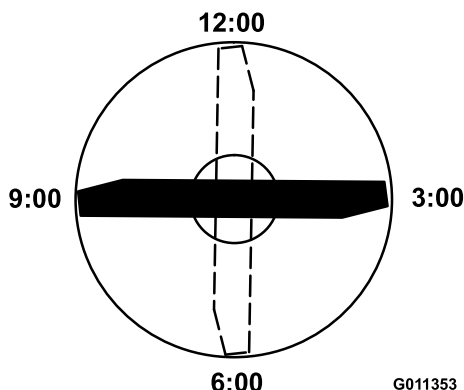

Bild 70
3. Positionieren Sie die Schnittkante der markierten Messerseite in die 12-Uhr-Stellung (geradeaus in Mährichtung) und messen die Höhe vom Tisch bis zur Schnittkante (Bild 70).
4. Drehen Sie die markierte Seite des Messers auf die 3- und die 9-Uhr-Stellung und messen Sie die Höhe (Bild 70).